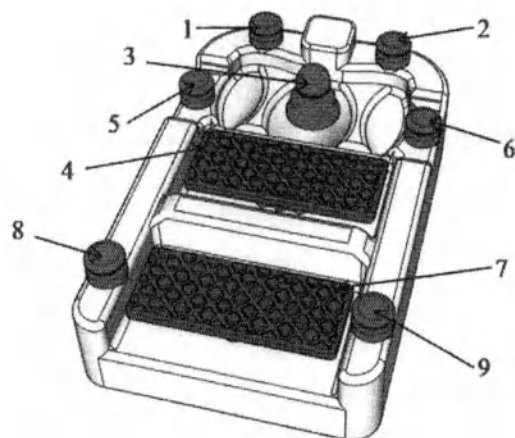

Рисунок 20 – Органы управления педали
На педали расположены следующие органы управления (рисунок 20):
Для изменения яркости или контрастности на изображении требуется нажать на кнопку вызова меню (кнопка 8, рисунок 20), затем:
- для выхода из меню нажмите кнопку 8 (рисунок 20).
Для контрастирования объектов на части изображения требуется нажать на кнопку вызова меню (кнопка 8, рисунок 20), затем:
Для применения LUT-преобразования цветов к изображению требуется нажать на кнопку вызова меню (кнопка 8, рисунок 20), затем:
Для компенсации искажения изображения, создаваемое линзой, на экране настройки оптического модуля на панели управления следует выбрать функцию «Задний отрезок» или нажать кнопку отражения изображения на педали управления (кнопка 9, рисунок 20). В данном режиме происходит преобразование цифрового изображения, обеспечивающее правильно ориентированные действия оператора при выполнении манипуляций на заднем отрезке глаза.
- Произвести фокусировку. Установить оптический модуль по высоте с помощью педали фокусировки 4 (рисунок 20) до достижения состояния, когда изображение на мониторе станет четким, без раздвоений.